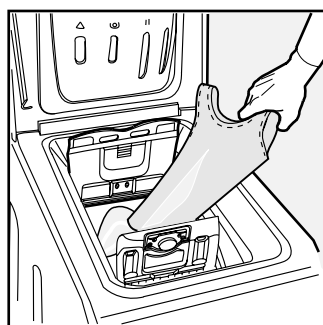

Fig. 3
C) LOADING THE WASHING MACHINE. (Fig. 3).